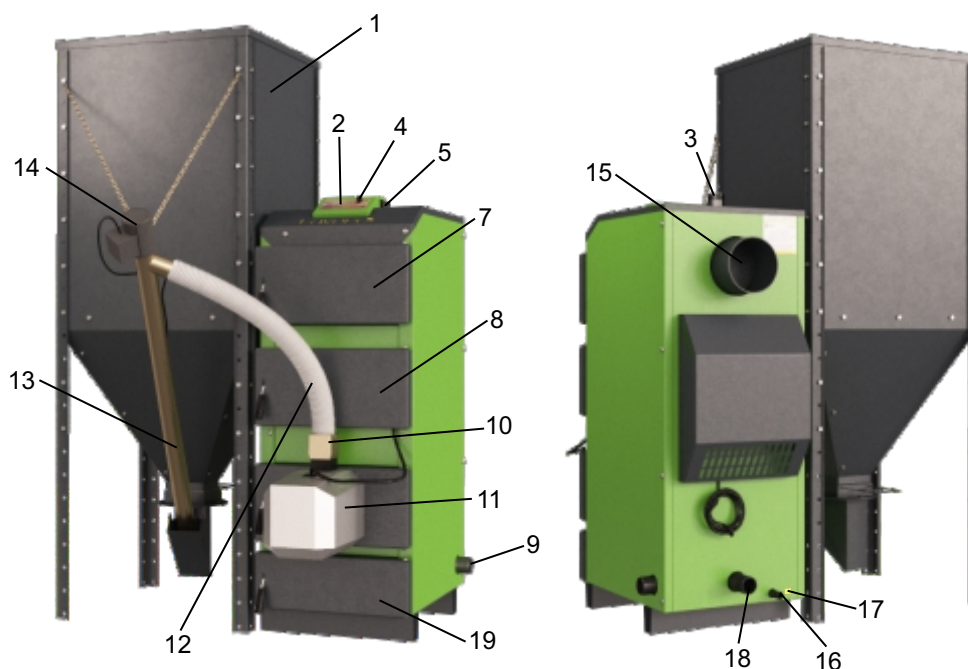

Рисунок 1. Состав и устройство Котлов моделей MF 15-35
10. Котел (рис.1) представляет собой стальной сварной теплоизолированный каркас, обшитый снаружи съемной декоративной облицовкой, и устанавливаемый на собственных опорах. Внутреннее пространство имеет сложную конфигурацию, включает в своем составе трубчатый теплообменник, предназначенный для циркулирования теплоносителя, листовые детали, образующие вместе со стенками каркаса камеру сжигания, воздухоподводящие каналы, систему дымоудаления из Котла (15). Внутри каркаса в нижней части расположены устройства: колосниковая решетка, выполненная из цельнотянутых труб, для размещения топлива (при работе на резервном топливе) и зольный ящик для сбора и удаления золы. Снаружи Котел имеет дверцы и окошки для обслуживания Котла (7,8,9) патрубки для подсоединения к трубопроводам водяного контура системы отопления (3,18), патрубок для опорожнения теплообменника (16). В нижней части котла в нижнюю дверцу вмонтирована Горелка (11) выбранной мощности, которая соединяется через механический пожарный клапан (10) гибким гофрированным шлангом (12) с бункером для пеллет (1), откуда внешним питателем (13) пеллеты подаются в Горелку. Автоматика входящая в комплект, включается кнопкой (5), расположенной на правой боковой части Котла, рядом с ней располагается предохранитель (4).